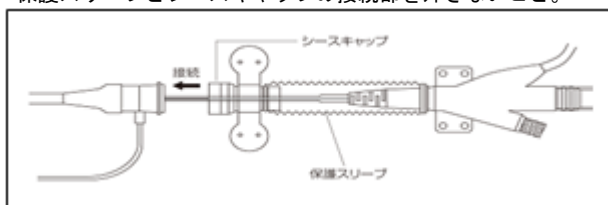

図 7. 保護スリーブ
- (6) 駆動を開始する。X線透視下にてバルーンが十分拡張していることを確認する。
- (7) バルーン先端位置を X線透視下にてよく確認する。
- (8) シース挿入の場合で保護スリーブを用いる際には、先端のシースキャップの部分をシースボディにはめ込む。(図 7 参照)